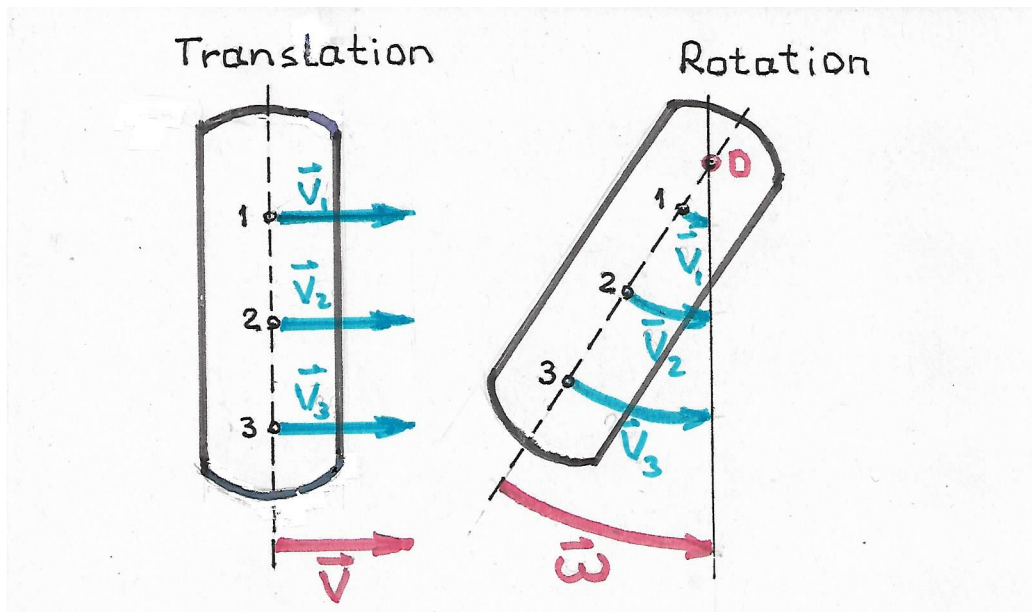

Abbildung 1: Translations- und Rotationsbewegung.
Abb.1 hilft diese Unterschiede zu verstehen.
Aus der Abb.1 ist gut zu sehen, dass die Geschwindigkeiten aller Massenpunkte bei der **Translationsbewegung** gleich sind. Die kinetische Energie des ganzen Körpers wird dann die Summe der Energien aller seine Massenpunkte:
Bei der **Rotationsbewegung** beschreibt jeder Massenpunkt des Körpers einen Kreis, dessen Mittelpunkt auf der Drehachse liegt (Abb.1). In diesem Fall sprechen wir von der Bahngeschwindigkeit  $V_i$  des Massenpunktes  $m_i$  und seiner Winkelgeschwindigkeit  $\omega_i$  (Omega):
Wenn wir die (2) für die **Rotationsbewegung** anwenden, haben wir ein wesentliches Problem - wie die Abb.1 zeigt, sind nicht alle Bahngeschwindigkeiten  $V_i$  gleich groß, sie sind vom Abstand zur Drehachse abhängig.